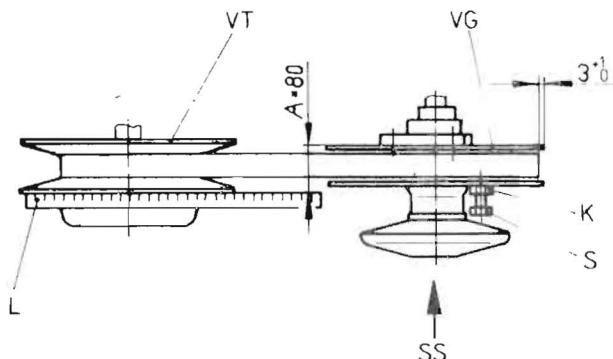

Bild 6/65
An der getriebenen Variatorscheibe (VG) ist zur Gewährleistung einer fachgerechten Keilriemenmontage die Sechskantschraube (S) angebracht (Bild 6/65). Mit ihrer Hilfe können die beiden Scheibenhälften gespreizt werden.
- Treibende Variatorscheibe (VT) (Bild 6/65) bei laufendem Motor unter Betätigung des Fahrhebels (FH) (Bild 4/8) vollständig auseinanderfahren (Regelstellung „langsam“).